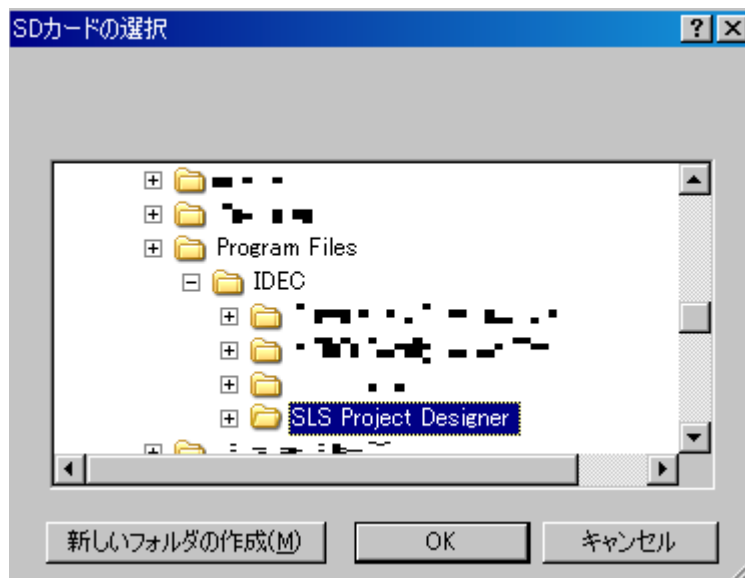

図 7-61 SD カード選択画面
- パソコンの SD カードの挿入口に SD カードをセットし、[保存]をクリックをすると、図 7-61 の SD カードの選択ウィンドウが表示されます。